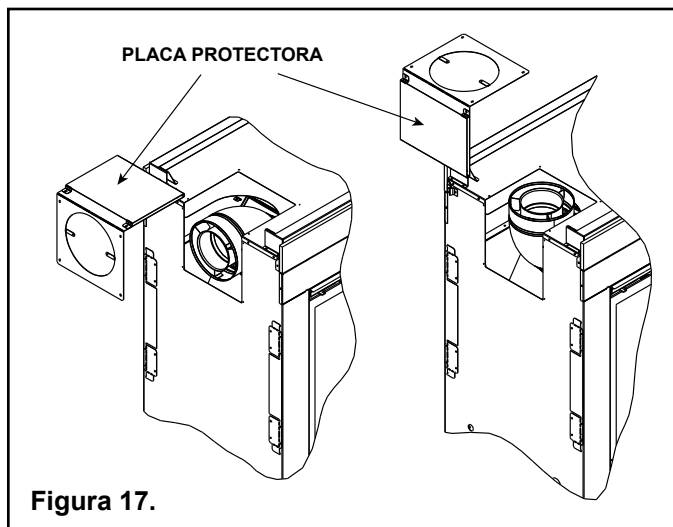

Figura 17.
- Si desea ventilar la chimenea usando la parte superior, se debe retirar la placa protectora (consulte la figura 17).